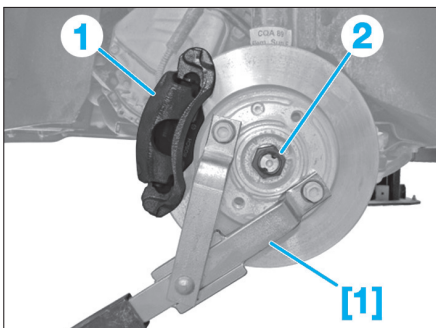

Fig. 9
- Ecarter et brider à la caisse l'étrier de frein (1) (Fig.9).
- l'écrou de transmission (2),